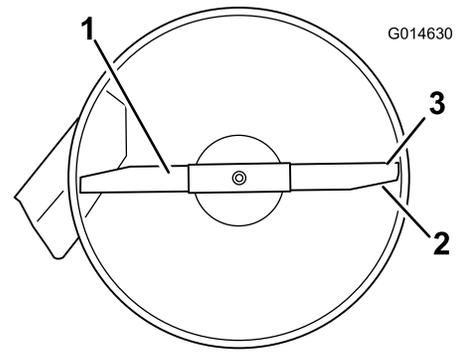

Bild 50
4. Drehen Sie die Messer vorsichtig, damit sie alle seitlich gestellt sind (Bild 50).
5. Messen Sie den Abstand zwischen den äußeren Schnittkanten und der ebenen Oberfläche (Bild 50). Wenn beide Messwerte nicht innerhalb von 5 mm liegen, ist eine Einstellung erforderlich. Machen Sie mit diesen Schritten weiter.